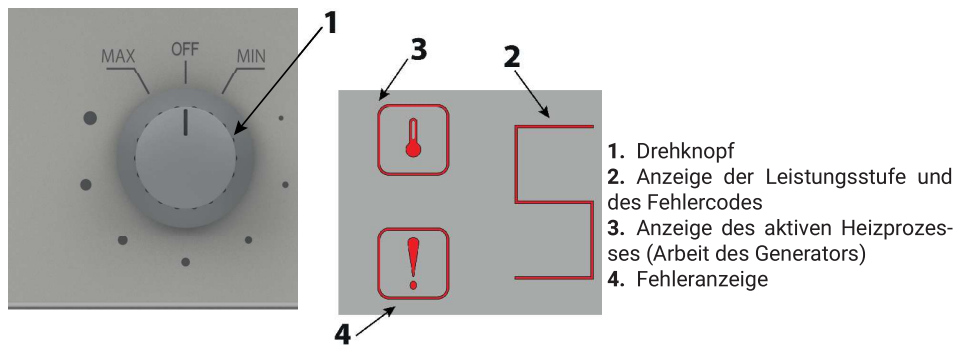

Bild 8. Steuerungselemente des Gerätes
- Vor dem Beginn der Arbeit den Drehknopf (Bild 8, Pos.1) auf die Position „OFF“ einstellen.
- Den Drehknopf im Uhrzeigersinn drehen und die erwünschte Leistung einstellen (Position „MIN“ – Wert „1“ die Minimalleistung des Gerätes, Position „MAX“ – Wert „9“ Maximalleistung). Die Stufe der eingestellten Leistung wird kontinuierlich durch die Anzeige (Bild 8, Pos.2) der gegebenen Heizzone angegeben, die sich auf der Glas-Keramik-Platte befindet. Es wird das Anzeigelämpchen angehen, das die Erhitzung – den Betrieb des Generators signalisiert (Bild 8, Pos.3)
- Die während des Betriebes zu verbrauchende Wärme wird zur Glaskeramik-Platte geleitet. Nach dem Beenden der Arbeit und der Einstellung des Drehknopfes auf die ausgeschaltete Position „OFF“ erscheint auf der Anzeige (Bild 8, Pos.2) der Buchstabe „H“, was bedeutet, dass die Temperatur der Glaskeramik hoch ist und dass man sie nicht anfassen soll, da sonst Verbrennungsgefahr besteht. Dieses Symbol wird solange angezeigt bis die Ventilatoren die Platte bis zu einer ungefährlichen Stufe herabgekühlt haben.